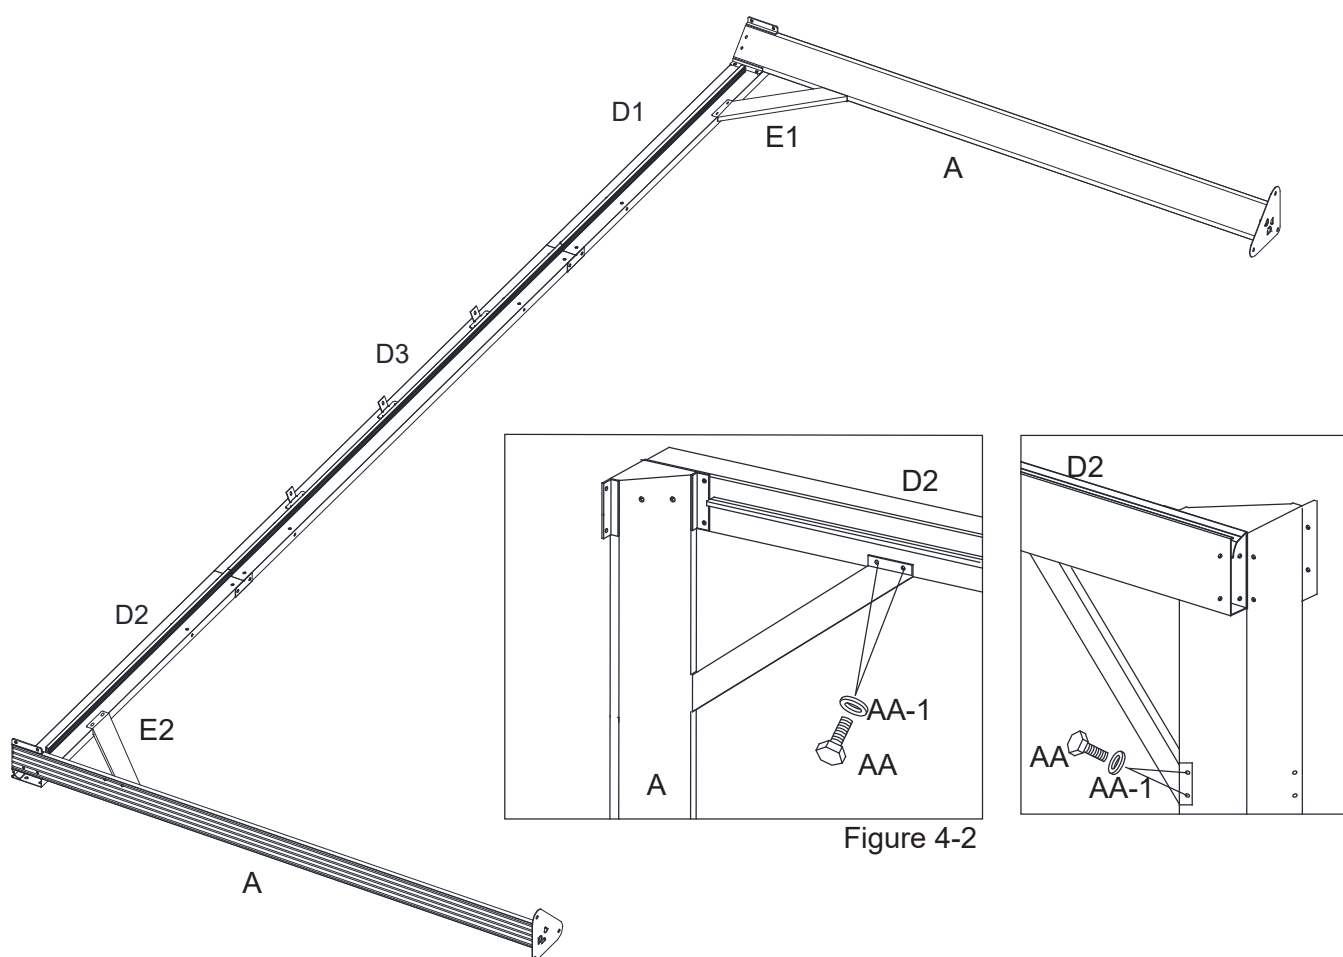

Figure 4-2
Figure 4.2 : Fixez la barre de support ((E1/E2) aux poteaux d'angle (A) et aux traverses (D1/D2) avec les boulons (AA) et la rondelle en acier (AA-1). Voir figure 4.2.